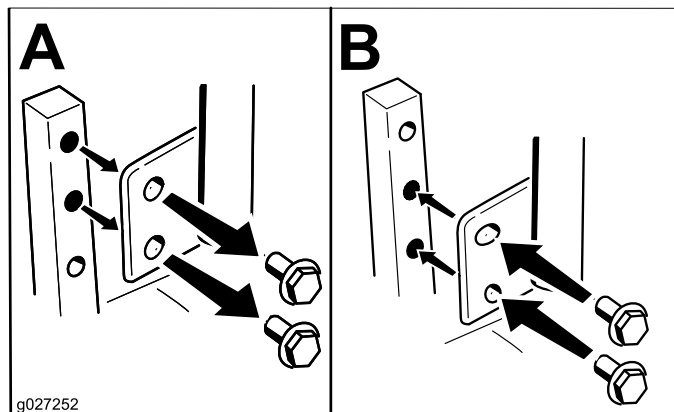

Figura 11
Puteți regla o înălțime mai mare sau mai mică a manetelor de control al micării, pentru confort maxim (Figura 11).
2. Slăbii urubul inferior suficient pentru a putea pivota maneta de control în față sau în spate (Figura 11).